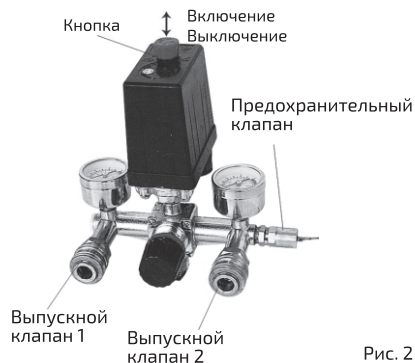

Рис. 2
6. Перед началом регулярной эксплуатации открыть выпускной клапан. Установить рукоятку переключателя давления во включенное положение (рис. 2). Дать компрессору поработать вхолостую 10 минут, чтобы все движущиеся части смазались маслом.